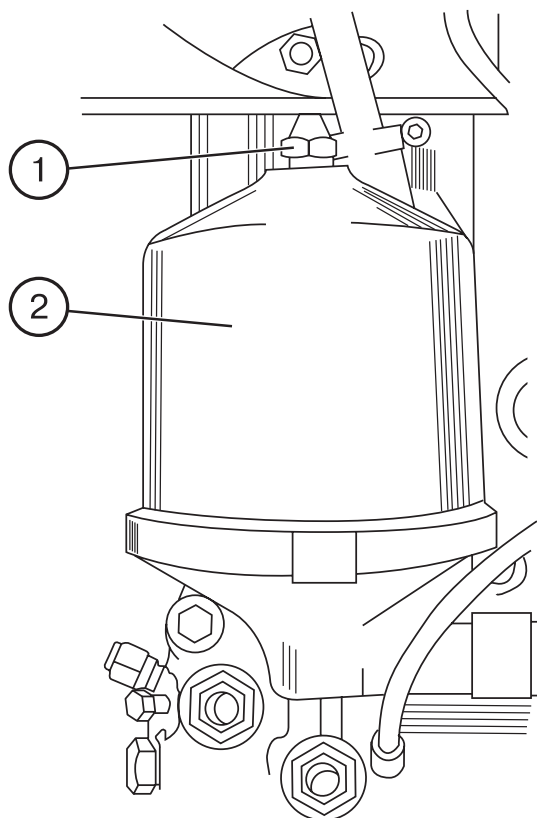

Рис.37
- а) отверните колпачковую гайку 1 (рис. 37) крепления колпака 2 центробежного фильтра и снимите его;